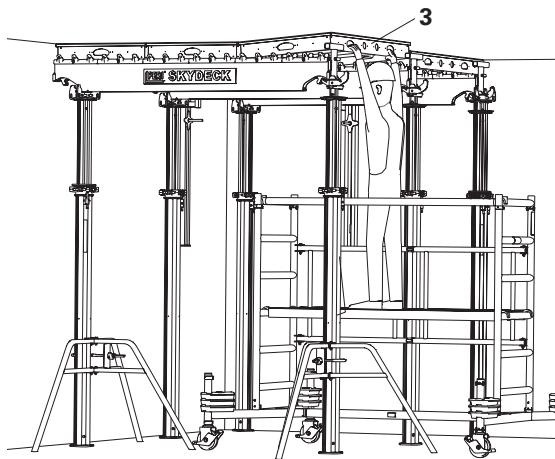

Fig. A4.10
6. Posare gli elementi a telaio (3). (Fig. A4.10)